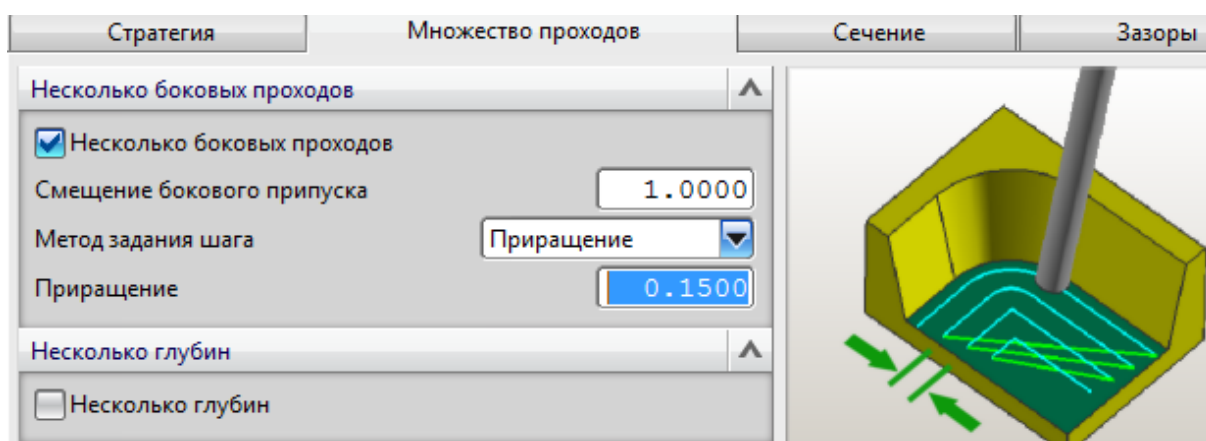

Рис. 2.28. Настройка боковых проходов
- задайте несколько боковых проходов (количество проходов настройте в соответствии с величиной снимаемого припуска, см. рис. 2.28);